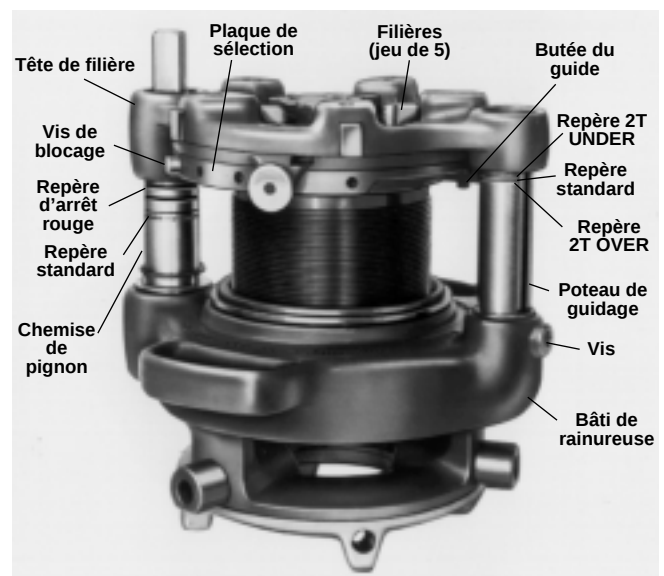

Figure 14 – Fileteuse démultipliée N° 141 montrant les repères de chemise de pignon et de poteau de guidage
1. Enlevez la vis de blocage de la plaque de sélection (Figure 14).
3. Enlevez le jeu de filières usées (Figure 14) et installez un nouveau jeu de filières.
5. Lâchez la pédale de commande dès que le repère de fin de course rouge apparaît sur la chemise de pignon (Figure 14).
3. Inondez les filières d'huile de coupe RIDGID à l'aide du système de lubrification n° 418 durant toute l'opération de filetage afin de prolonger la vie des filières. 141 et 161 – Lâchez la pédale de commande dès que le repère d'arrêt rouge apparaît sur la chemise du pignon (Figure 14).